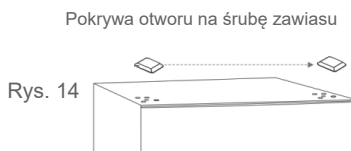

Rys. 12
13. W górnych drzwiach zdejmij blokadę drzwi po uprzednim poluzowaniu śruby na dole po prawej stronie, a następnie za pomocą śruby ponownie zamocuj blokadę drzwi na dole po lewej stronie (→ Rys. 12).